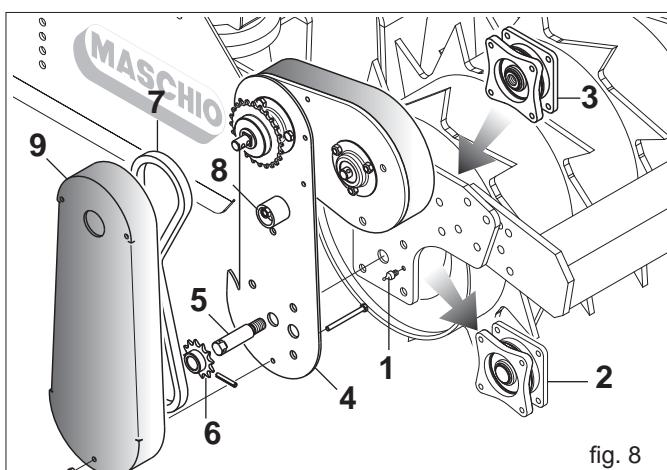

fig. 8
- 1) Demontați ungătorul (1 Fig. 8) și rulmentul flanșat (2), montat pe partea stângă a ruloului, îndepărând cele patru șuruburi de fixare.
- 3) Asamblați piesele (3) și (4) (Fig. 8) pe flancul ruloului, utilizând cele patru șuruburi de fixare.
- 4) Montați axul (5) pe rulmentul flanșat (3).
- 6) Montați lanțul de transmisie (7) întinzându-l cu dispozitivul adecvat (8).
- 7) Protejați grupul de transmisie cu carterul corespunzător (9).